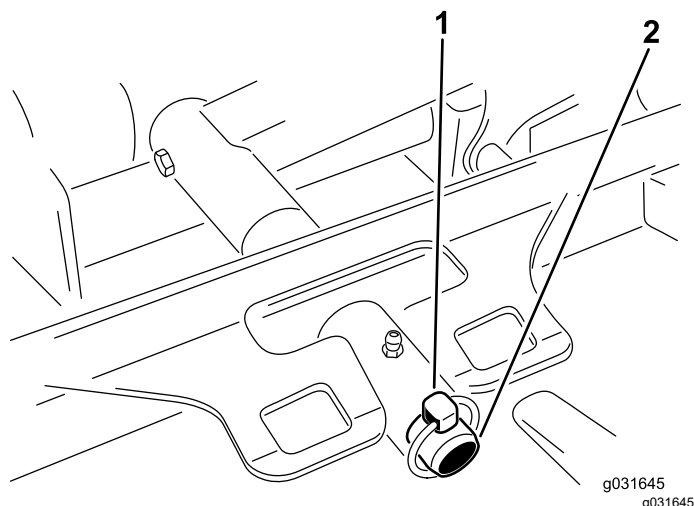

Figura 68
3. Retire el pasador de seguridad o la tuerca de retención que sujeta el bastidor de tiro de la unidad de corte a la barra de giro del brazo de elevación (Figura 68).
3. Coloque el bastidor de tiro de la unidad de corte sobre la barra de giro del brazo de elevación y fíjelo con el pasador de seguridad o la tuerca de retención (Figura 68).